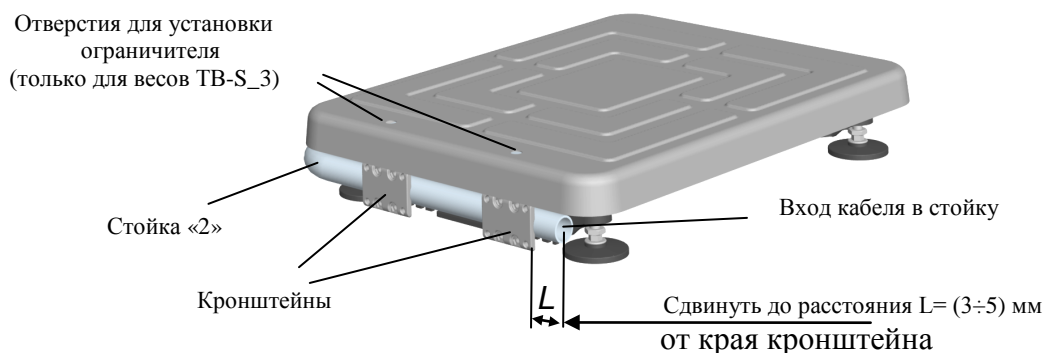

Рис. 5.1 - Крепление круглой вращающейся стойки к модулю ТВ-S
- Сдвинуть стойку S2 на расстояние  $L = 3 \div 5$  мм от края стойки, до края кронштейна, Рис. 5.1.